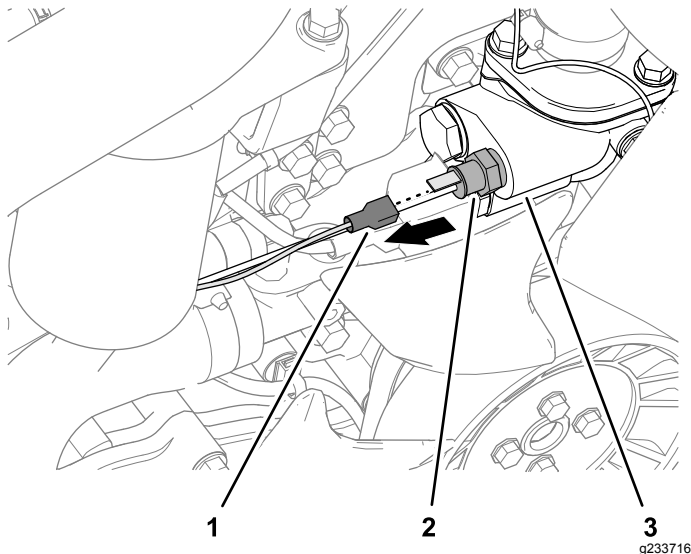

Bild 22
1. Entfernen Sie die Buchsenanschlussklemme vom Temperatursensor des Kühlmittels (**Bild 22**).